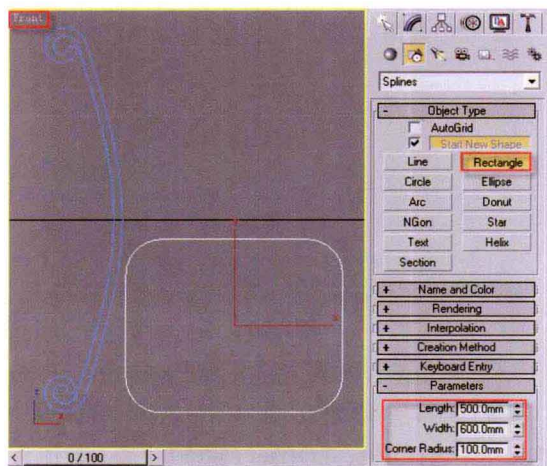

图1-22
**22** 切换到前视图，在命令面板中，单击Create（创建）> Shapes（图形）> Rectangle（矩形）按钮，创建一个Shapes（图形）Length（长）、Width（宽）分别为500mm×600mm，Corner Radius（角半径）为100mm的矩形，命名为“椅子腿”，如图1-22所示。